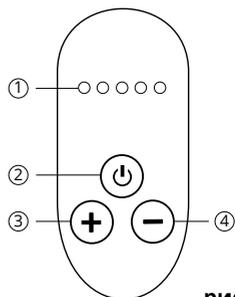

рис. 2
### 3.2. Основные элементы управления и индикации блока управления указаны на рис. 2
6.5. Нажмите кнопку включения молокоотсоса для начала сцеживания (2, рис.2).
6.6.2.2. В молокоотсосе предусмотрено 5 уровней интенсивности сцеживания. Каждое нажатие кнопок + (3, рис.2) или - (4, рис.2) будет увеличить или уменьшать интенсивность сцеживания на один уровень.
6.7. По окончании сцеживания выключите молокоотсос, нажав кнопку (2, рис.2).